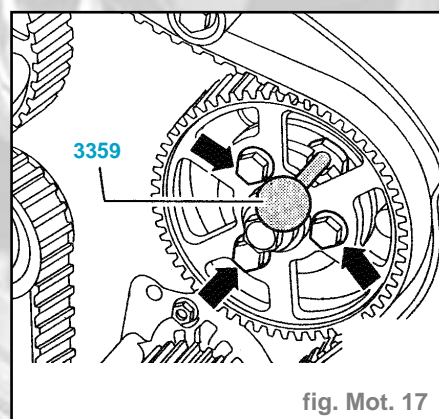

fig. Mot. 17
- Bloquer le pignon de pompe d'injection avec la goupille d'arrêt **3359** (fig. mot. 17).